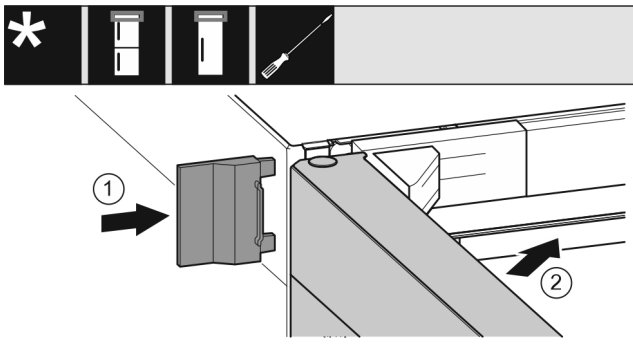

Fig. 24
- ▶ Надвиньте внешнюю крышку. Fig. 24 (1)
- ▶ Закройте верхнюю дверь. Fig. 24 (2)